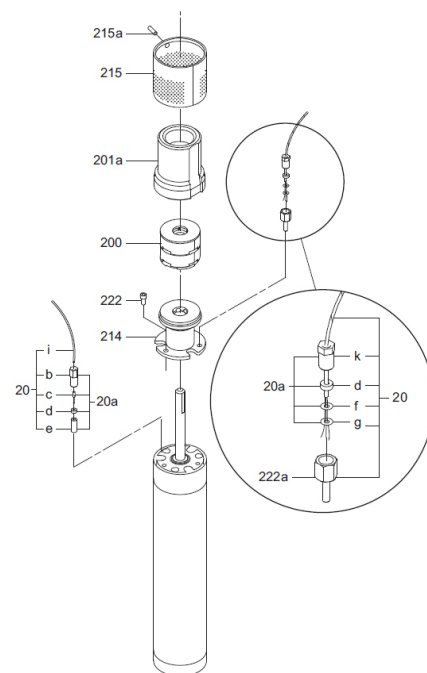

Fig. 1 MP 1 pomp componenten
Draai de schroef, pos. 215a, los en verwijder deze samen met de zeef, pos. 215. Zie fig. 1.
Verwijder posities 20b, 20d en 20e van de 3 draden (phases) van de motorkabel. Van de aardkabel (geel/groen), is de volgorde pos. 20k, 20d en 20f. Zie fig. 1.
Buig het gestrippte einde van de aardkabel. Zie fig. 1.